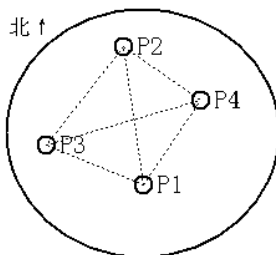

图 5.2-4 声测管示意图
- 声测管示意图，如图 5.2-4 所示。示意图表示的基桩的俯视图，小圆圈代表声测管，根据声测管的数目变化，小圆圈的个数会相应改变，用手指按住每个小圆圈可以拖动到基桩的任意位置，小圆圈之间的连线代表两个声测管之间测试剖面位置。